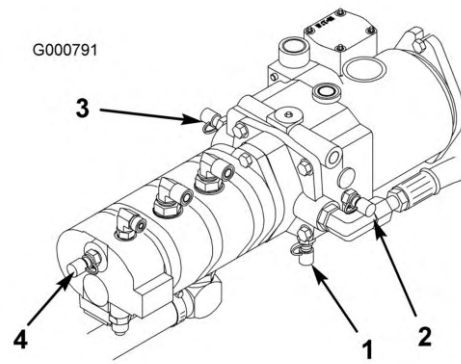

Figura 81
4. A porta de teste D encontra-se localizada no fundo da transmissão hidrostática (Figura 81) e é utilizada para medir a pressão de carga da transmissão.
5. A porta de teste E é utilizada para medir a pressão da tracção em frente (Figura 81).
6. A porta de teste F é utilizada para medir a pressão da tracção em marcha-atrás (Figura 81).
7. A porta de teste G é utilizada para medir a pressão do circuito da direcção (Figura 81).